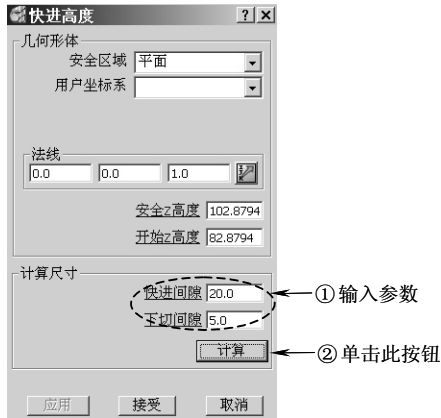

图 3-8 设置快进高度参数
4) 设置快进高度：在 PowerMILL 综合工具栏中单击快进高度按钮，打开“快进高度”表格，按图 3-8 所示设置快进高度参数，完成后单击“接受”按钮退出。